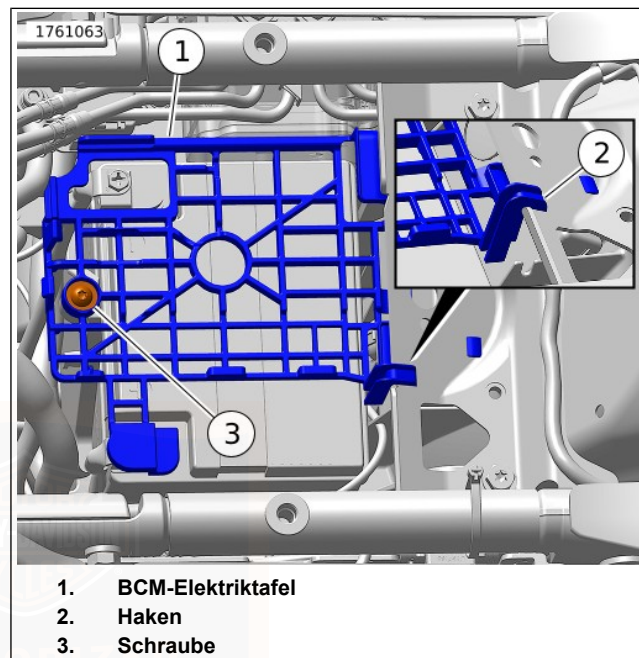

Abbildung 125. Ausbau/Einbau der BCM-Elektriktafel
9. Siehe Abbildung 125 . Die Schraube (3) und die BCM-Elektrizitätstafel (1) entfernen.
7. Siehe Abbildung 125 . Die BCM-Elektriktafel (1) einbauen. Sicherstellen, dass der Haken (2) oben an der Rahmenlasche einhakt.
8. Die Schraube (3) anbringen. Festziehen.